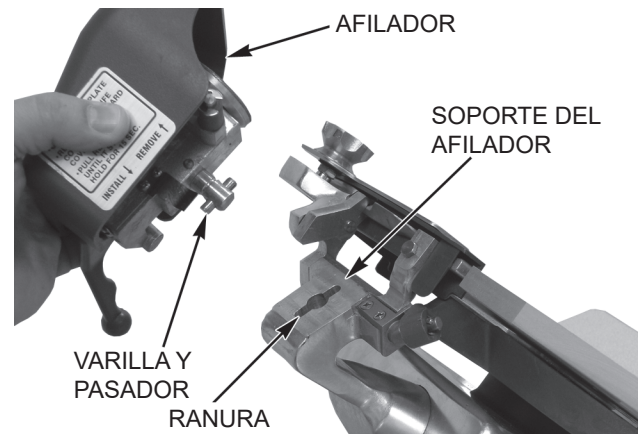

Fig. 25
- Instale el afilador bajándolo de nuevo en el soporte de manera que la varilla y el pasador de la parte inferior del afilador encajen en la ranura del soporte (Fig. 25).